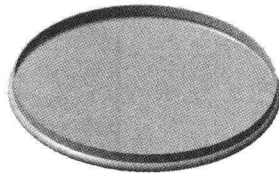

图 1.4 用户凸缘 1
Step4. 创建图 1.4 所示的附加钣金壁特征——用户凸缘 1。